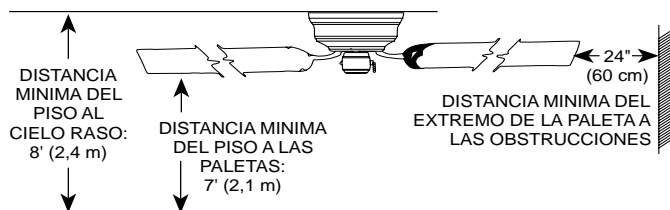

FIGURA 1
C. Las paletas del ventilador se deben instalar a una altura no menor de 7' (2,1 metros) del piso. Para rendimiento máximo, no debe haber ninguna obstrucción (paredes, postes, etc.) a menos de 24" (60 cm) de las puntas de las paletas. Vea información en la Figura 1 sobre las distancias de montaje.